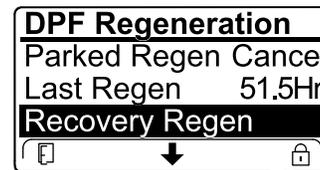

Figura 72
- Si la computadora del motor no ha sido solicitado una regeneración de recuperación y usted se desplaza a la opción RECUPERACIÓN DE RECUPERACIÓN, la regeneración de recuperación se bloquea y el icono de bloqueo (Figura 72)